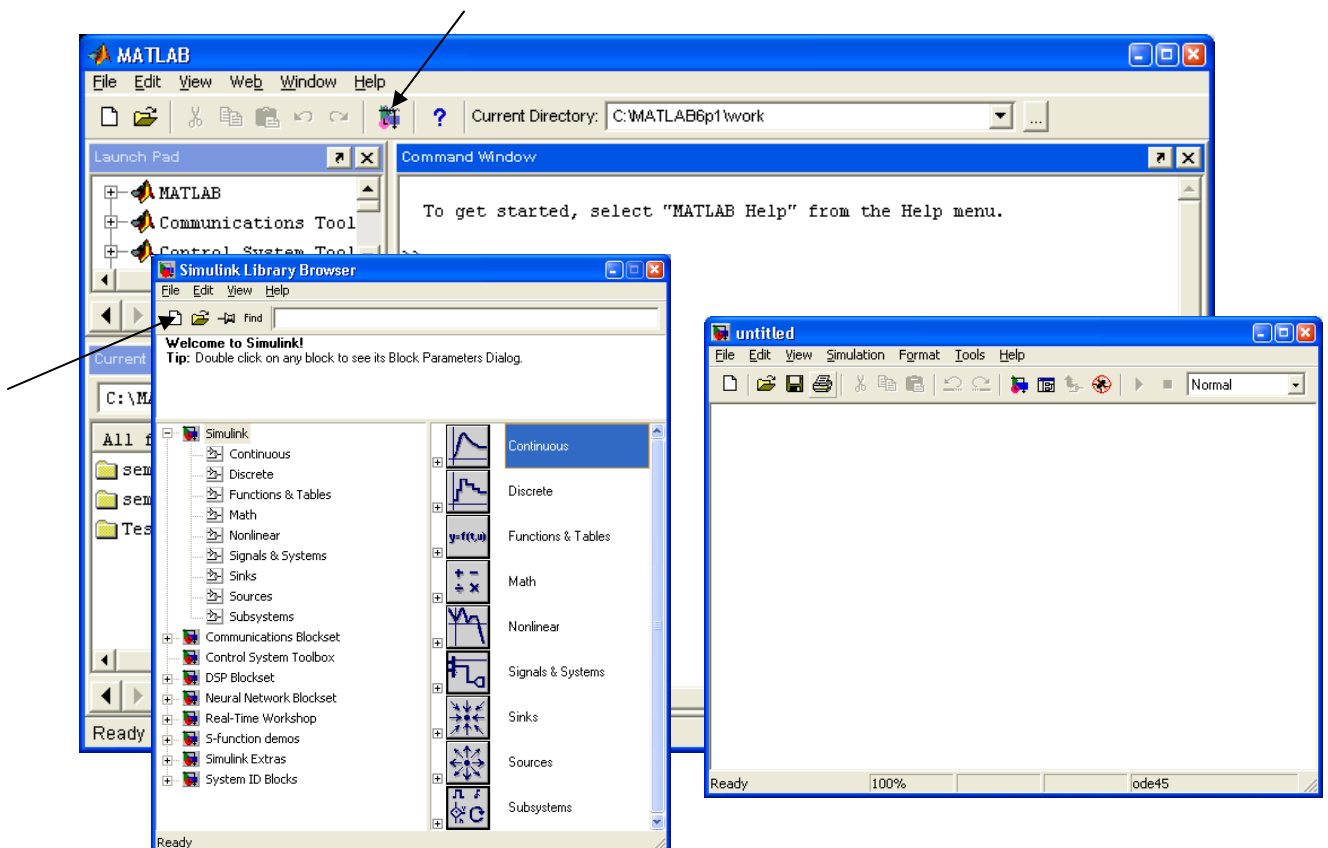

Fig. 2. Inicio de Simulink (en Matlab v6.1)
*Ventana de modelo:* Cada modelo (o submodelo) se construye en una ventana diferente. Por ello, para construir un nuevo modelo hay que abrir una nueva ventana de modelo `untitled` (ver Fig. 2) A partir de ahí, se trata de arrastrar los bloques que compondrán el modelo desde la librería de SIMULINK a dicha ventana. Antes de empezar a trabajar con SIMULINK, se sugiere echar un vistazo a las opciones de la barra de menús y la barra de herramientas de la ventana de modelo.